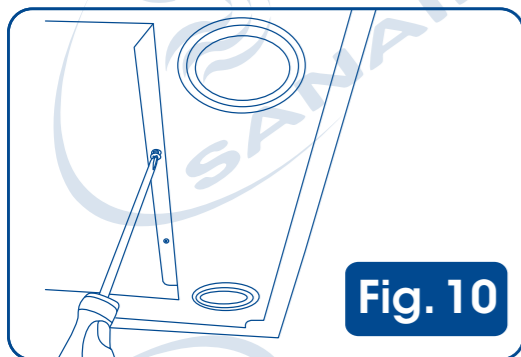

Fig. 10
2. Retire con un destornillador de cruz los dos tornillos de la pestaña que detiene la rejilla. (Fig. 10)